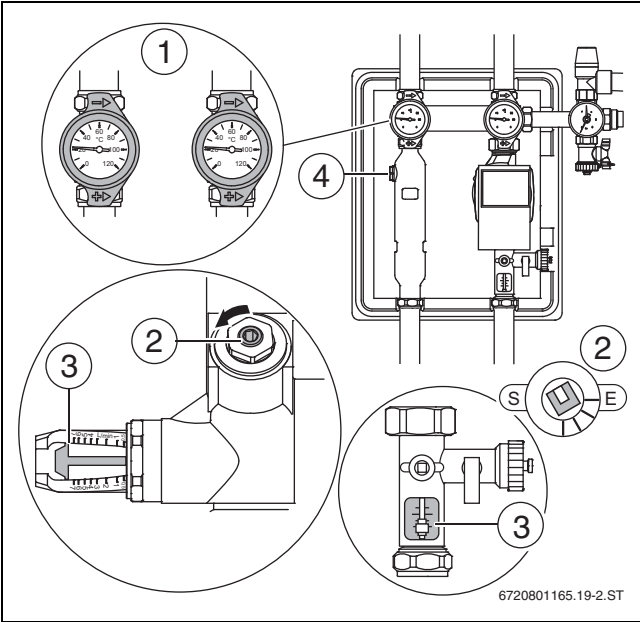

Fig. 37
- Controlar o caudal na janela de inspecção do caudalímetro (→ fig. 37[3]).